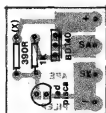

Fig. 5
- **FIG. 5 - CHAPEADO DA MONTAGEM** - A plaquinha de Circuito Impresso agora é vista pelo seu lado **não cobreado**, ainda em tamanho natural (para facilitar ao máximo a interpretação...). As 4 peças do núcleo do circuito